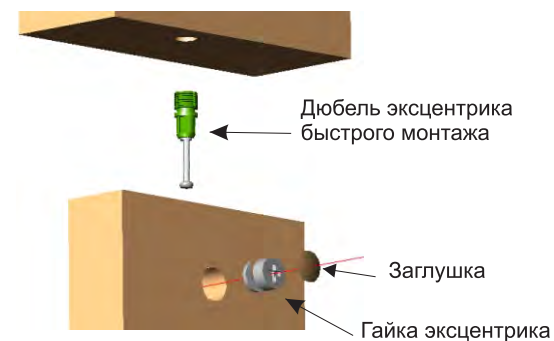

Рис.2
Установите шканты (3) в отверстия d=8 мм топа С и низа D . Вставьте дюбель эксцентрика быстрого монтажа (1а) в топ С и низ D (см. Рис.2). Вкрутите болты усиленного эксцентрика (4а) в отверстия боковин А на необходимую для ВАС высоту. Установите опоры (5) в отверстия в плоскости низа D . Установите в полку В гайки усиленного эксцентрика (4б). Соедините вместе боковины А, низ D и заднюю стенку Е (состоит из четырех половин) используя профиль F. К собранной конструкции присоедините топ С. Вставьте эксцентриковые гайки (1б) и с помощью отвертки затяните их по часовой стрелке до фиксации (см. Рис.2). Вставьте полки В и затяните гайки усиленного эксцентрика (4б) до фиксации. Используя шурупы (6) закрепите заднюю стенку Е на полках В. В эксцентриковые гайки (1б) вставьте заглушки (2). Отрегулируйте опоры (5) по высоте.